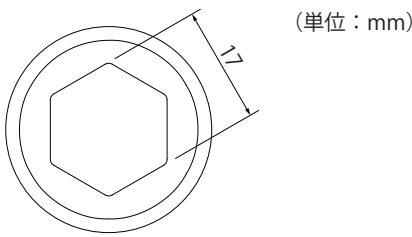

図1
1. 操作ハンドルの六角穴をハンドルファスナーの六角部(図1)に、はめ込んでください。(図2)